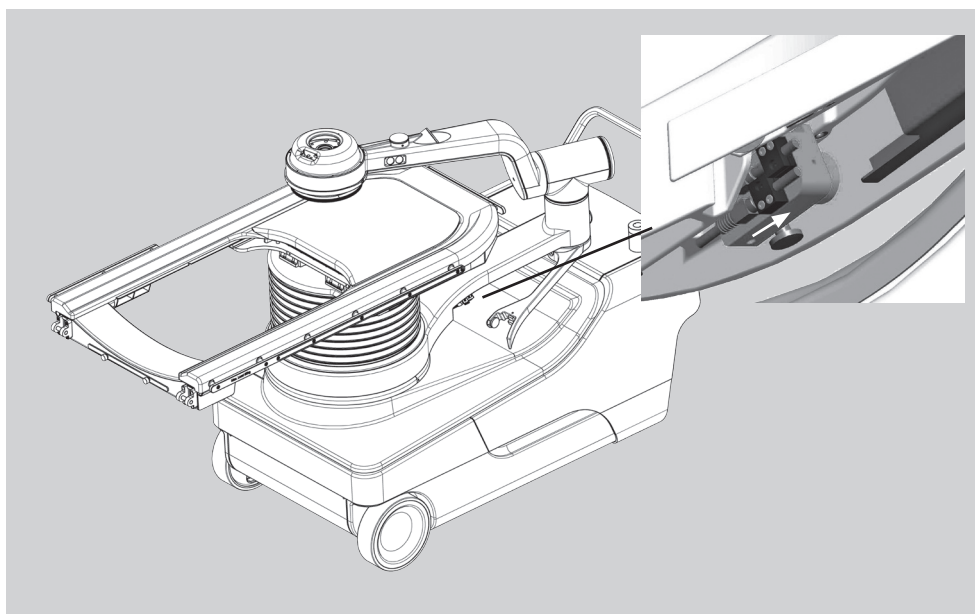

Figura 9-13 Alavanca de desbloqueio da cabeça de tratamento
- Para bloquear o braço de tratamento, puxe a cavilha de desbloqueio na parte inferior da fixação do braço de tratamento e afaste-a da unidade hidráulica (Figura 9-13).